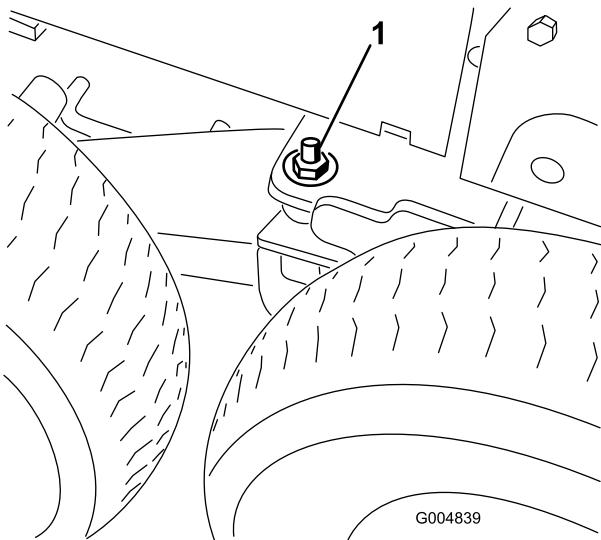

Рисунок 41
2. Снимите плоскую шайбу (1/2 дюйма) и гайку (1/2 дюйма), установленные на резьбовую шпильку каждой оси тележки (Рисунок 41).